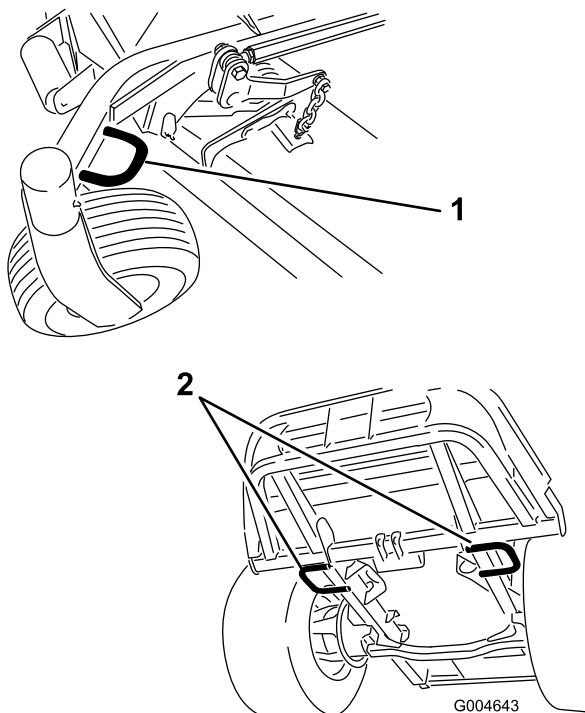

Figura 38
- Sujete la máquina firmemente al remolque o al camión con cadenas, correas, cables o cuerdas, según lo estipulado en la normativa de tráfico local (Figura 38).